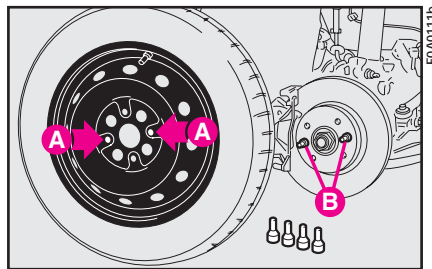

рис. 10
**16)** Установите запасное колесо, совместив отверстия **A** со штырями **B** (рис. 10).